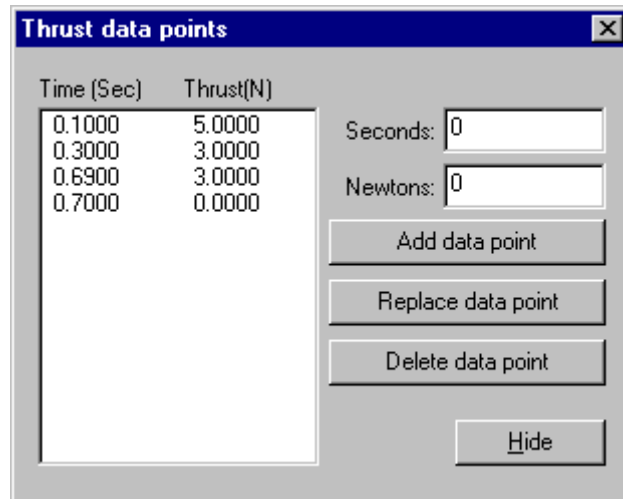

Figura 4. Janela com uma curva de empuxo inserida.
- (e) após inserir todos os pontos, a janela “Thrust data points” deverá estar como mostrado na Figura 4;